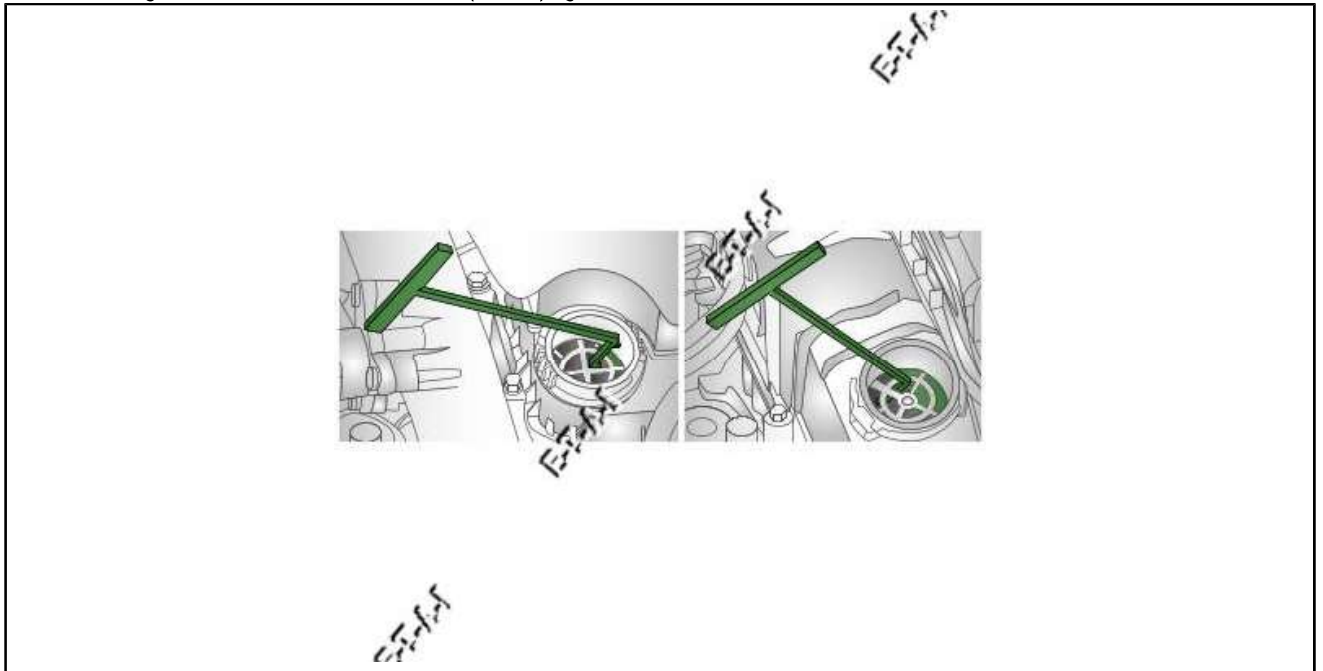

Fig.10
- Contrôler la largeur de la courroie de distribution (0109-6)Fig.10